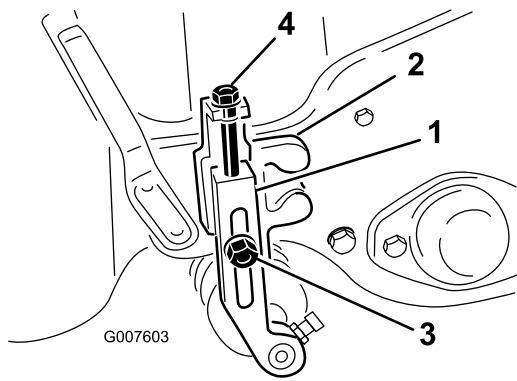

Figure 51
2. Desserrez les contre-écrous de fixation des bras de hauteur de coupe sur les supports de hauteur de coupe (Figure 51).